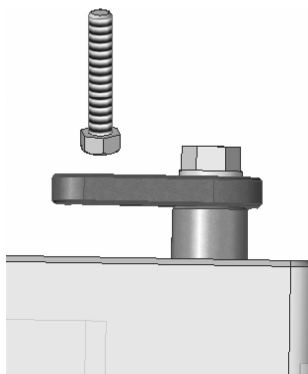

图 8-191 放置第7个零件
(1) 单击【主页】选项卡中的【插入部件】按钮，在左侧弹出的【备选装配】对话框中选择【SCREW M8】零件。按住鼠标左键将其拖动至绘图区域，在如图8-191所示的位置处松开鼠标左键，即可把零件放置到当前位置。